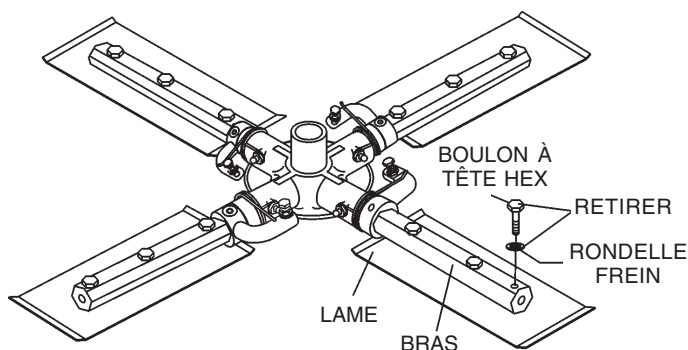

Figure 24. Lames de truelle
1. Retirer les lames de truelle du bras de truelle en retirant les trois boulons à tête hexagonale (figure 24) du bras de truelle. Mettre les lames de côté.